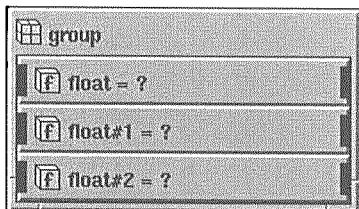

図 5-8 オブジェクトのインスタンス
- (1) グループ・オブジェクトをインスタンスします。
- (2) group オブジェクトの中に float オブジェクトを 3 つインスタンスします。(図 5-8)